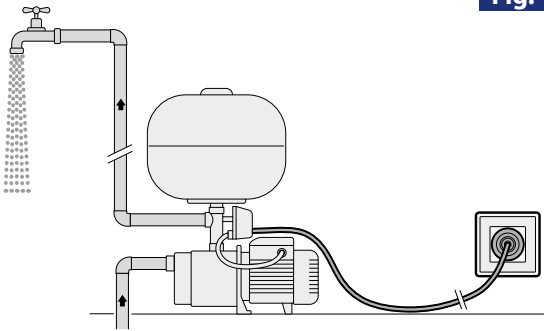

Fig. 2
- Débrancher le cordon d'alimentation de l'électropompe de la prise en laissant le point de refoulement ouvert et vidanger complètement l'installation (**Fig. 2**).